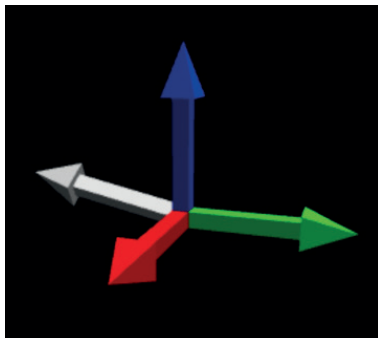

Рис. 12.22. Результат считывания данных магнитометра
7. Загрузите код в память робота и запустите его с обычными настройками VPython. Результат показан на рис. 12.22.
На рис. 12.22 мы видим холст с красной стрелкой для оси X, указывающей вперед, синей стрелкой для оси Z, указывающей вверх, и зеленой стрелкой для оси Y, указывающей вправо. Серая стрелка показывает вектор магнитометра (только XZ), указывающий в обратном направлении.